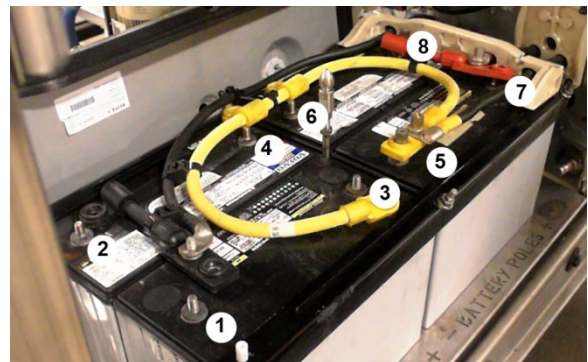

FIGURA 44: DESCONECTE LAS 8 TERMINALES DE CABLE
3. Con un casquillo hexagonal de 9/16, desconecte las ocho (8) terminales del cable de la batería (FIGURA 44).